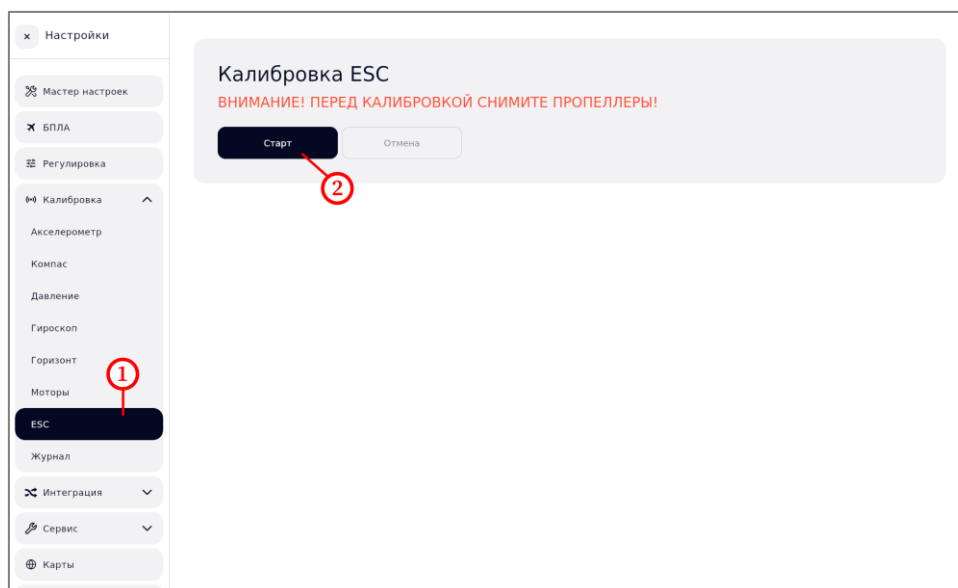

Рисунок 53 – Калибровка ESC
Необходимо перейти во вкладку «ESC» (рисунок 53, шаг 1).
1. Нажать на кнопку «Старт» (рисунок 53, шаг 2).